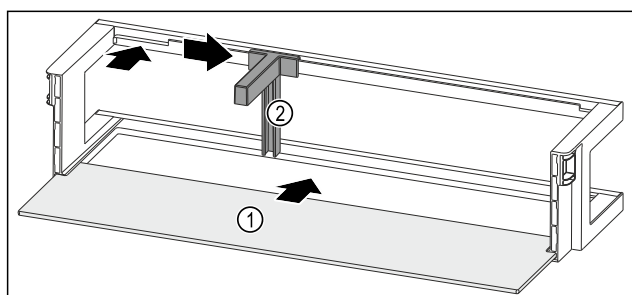

Fig. 89 Balconcino controporta con ripiano
- Inserire il ripiano Fig. 89 (1) negli incavi laterali.
- Inserire il portabottiglie Fig. 89 (2) nell'incavo.
- Far scorrere il portabottiglie Fig. 89 (2) lateralmente alla posizione desiderata.